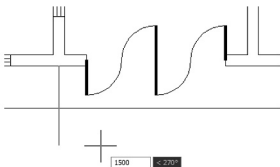

图 2.101 光标向下拖动并输入“1500”
⑤ 在**指定下一个点或 [圆弧(A)/半宽(H)/长度(L)/放弃(U)/宽度(W)]:**提示下,将光标垂直向下拖动,输入“1500”后按 Enter 键,如图 2.101 所示。